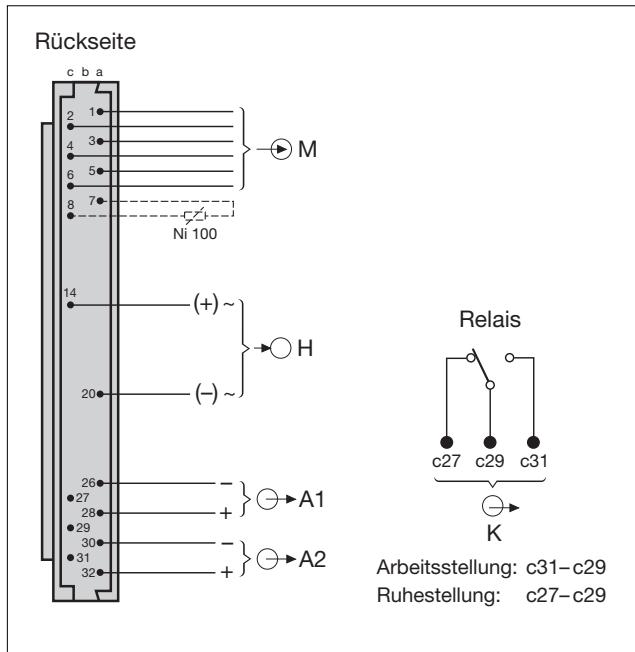

Bild 6. Steckerbelegung. Sicht auf die Rückseite des SIRAX V 644.
Der Messumformer SIRAX V 644 wird auf einen Geräteträger BP 902 aufgesteckt. Die elektrische Verbindung zwischen Messumformer und Geräteträger erfolgt über einen 96-poligen Steckverbinder (Bauform C, DIN 41 612). Die Steckerbelegung geht aus Bild 6 hervor.
- ... dass die Daten, die zur Lösung der Messaufgabe erforderlich sind, mit denen auf dem Typenschild des SIRAX V 644 übereinstimmen ( $\ominus$  Messeingang M,  $\ominus$  Messausgänge A1 und A2,  $\ominus$  Hilfsenergie H und  $\ominus$  Kontaktausgang K, siehe Bild 6)!
### Legende zu Bild 6
Ausgangsleitungen von Messausgang A1 an die Stifte a26 (-) und a28 (+), von Messausgang A2 (Feldanzeiger) an die Stifte a30 (-) und a32 (+) gemäss Bild 6 anschliessen.
Hilfsenergieleitungen an die Stifte a20 (=) und c14 ( $\pm$ ) gemäss Bild 6 anschliessen.
Kontaktausgangs-Leitungen nach Bild 6 bzw. Tabelle 6 anschliessen.